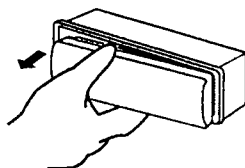

Рис. 19
2. Для снятия передней панели потяните ее левую сторону на себя. (Рис. 19)